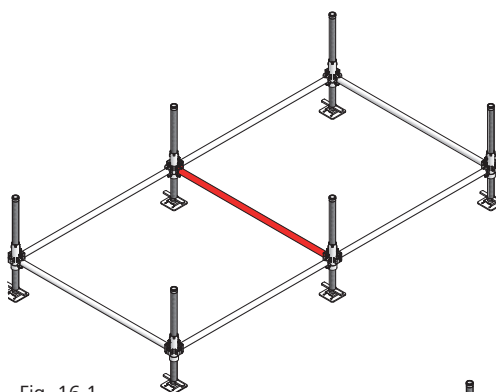

Fig. 16.1
- Fixer les lisses 170 MT à clavettes intégrées entre les vérins de pied MT (Fig. 16.1).
- Verrouiller les clavettes à l'aide d'un marteau (Fig. 16.1).